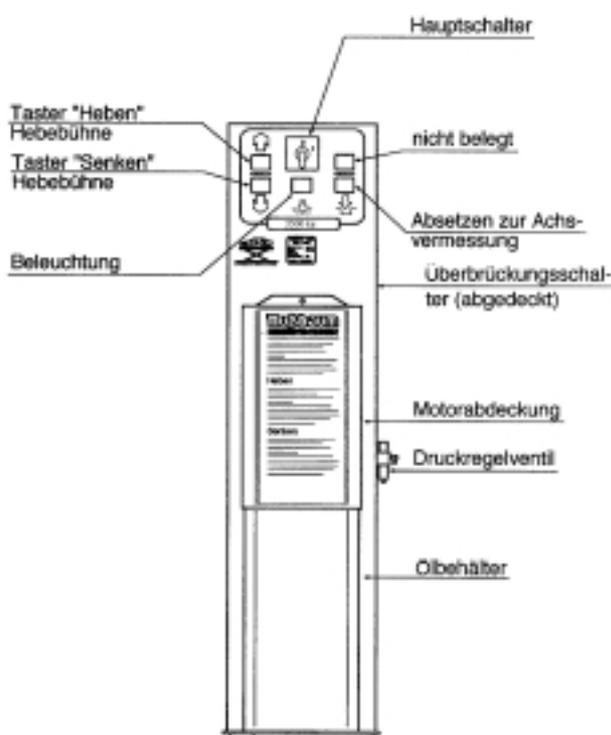

Bild 5:
- Der Überbrückungsschalter hinter der schwenkbaren Abdeckung seitlich am Bedienaggregat ist zu drücken. (Siehe Bild 5 und 9)